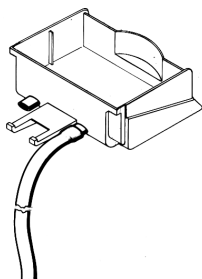

figura 1
- 7 Il cassetto raccogliocce è dotato di due attacchi di drenaggio con diaframma. Nel caso si desideri lo svuotamento continuo del cassetto, perforare il diaframma (ad esempio con un cacciavite) di uno dei due attacchi di drenaggio e collegarlo ad un tubo di scarico (vedere figura 1).